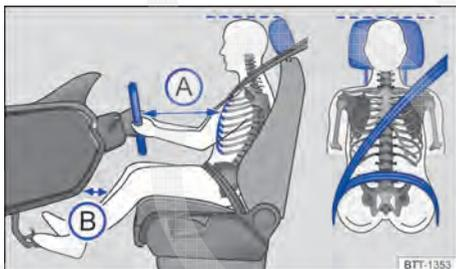

Fig. 2 Distância correta do condutor em relação ao volante, posição correta do cadarço do cinto de segurança e ajuste correto do apoio para cabeça.
- Ajustar o banco de modo que a distância entre o volante e o tórax tenha no mínimo 25 cm → Fig. 2 (A) e que o condutor possa segurar o volante pela borda externa com as duas mãos e os braços ligeiramente dobrados.
- Ajustar o banco do condutor na direção longitudinal de modo que os pedais possam ser acionados com as pernas ligeiramente arqueadas e a distância para o painel de instrumentos na área do joelho seja de, no mínimo, 10 cm → Fig. 2 (B)
- Para os bancos com apoio para cabeça: ajustar o apoio para cabeça de modo que a sua borda superior se encontre preferencialmente na mesma linha da parte superior da cabeça → Fig. 2 – porém não abaixo da altura dos olhos. Posicionar a parte posterior da cabeça o mais perto possível do apoio para cabeça.